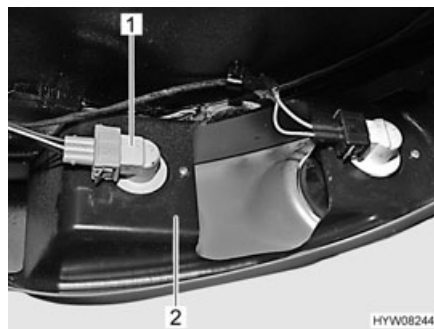

Fig. 126 Luce posteriore/luce freno
- Afferrare il portalampada (Fig. 126,2) da dietro.
- Ruotare di un quarto di giro il supporto lampada (Fig. 126,1) con lampada ad incandescenza e rimuoverlo.